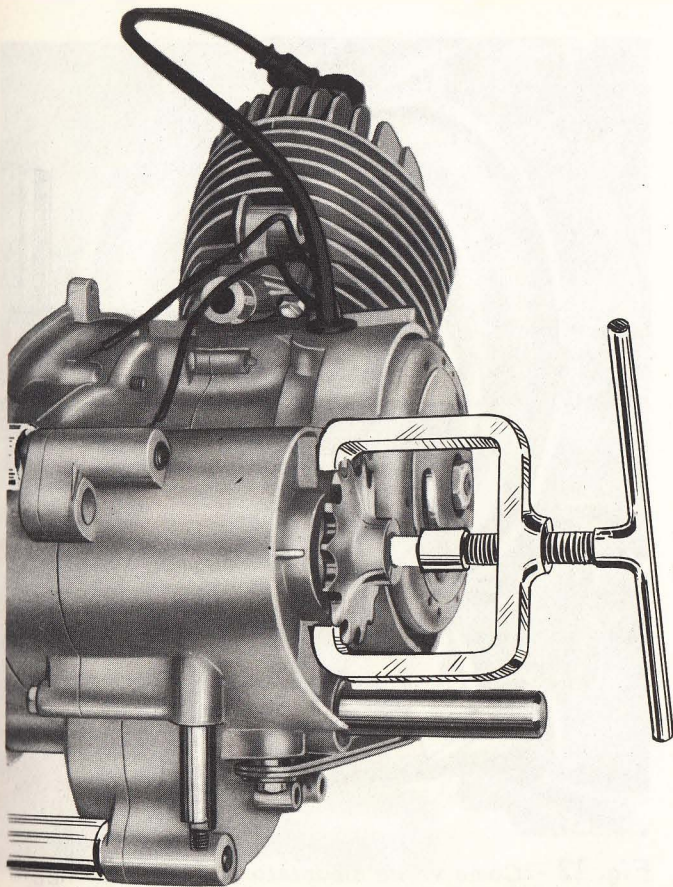

Fig. 11 - Come viene estratto il pignone catena
- 2) Per smontare il pignone dal cono dell'albero secondario applicare su questo l'estrattore 43912200 come dimostrato a fig. 11; dopo smontato il pignone levare dall'albero la chiavella.